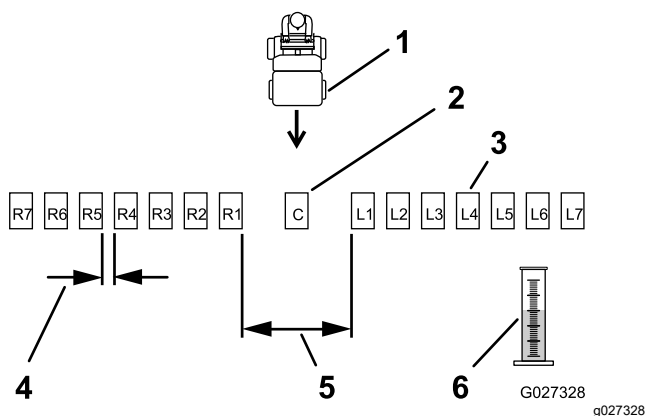
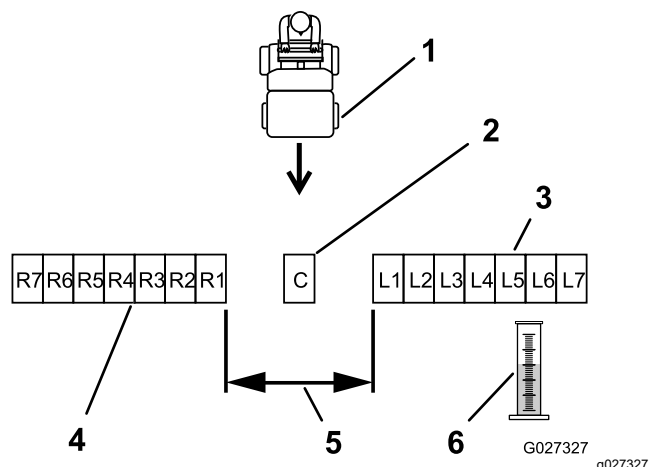

Figure 23
Figure 24
- Placez les autres bacs en ligne droite, comme montré à la Figure 23 ou la Figure 24.
Disposez six autres bacs de chaque côté en les espaçant de 30 cm (12 po) (Figure 23).
Disposez six autres bacs côte-à-côte de chaque côté (Figure 24).
6. Étiquetez chaque éprouvette de dosage en fonction du bac correspondant (par exemple L2, L1, Central, R1, R2); voir Figure 23 et Figure 24.